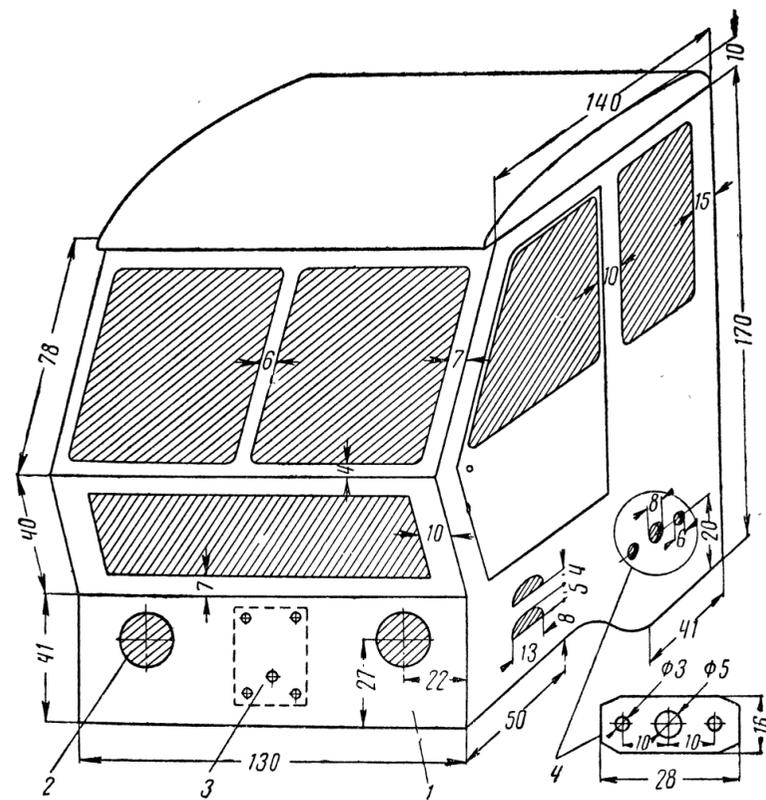

Рис. 1. Кабина: 1—передняя стена кабины; 2—отверстие для фары; 3—место крепления швеллерной рамы; 4—подшипник задней оси
**Кабина** одновременно является и задней частью рамы. На этой раме расположена рулевая машинка, тяговый двигатель с редуктором и подшипники задней оси. Стенки кабины выпилите из трехмиллиметровой фанеры. На рис. 1 изображена собранная кабина и даны все основные ее размеры. Большие круглые отверстия предназначаются для фар, а в отверстия посреди нижней части проходят болтики швеллерной рамы. Каждую деталь кабины вычертите в натуральную величину на листе миллиметровой бумаги (шпильки разметьте сами), а потом через копирку переведите на фанеру. Задней стенки на рисунке не видно, но ее тоже надо вычертить и разметить окна на уровне окон боковых стенок. При выпиливании старайтесь оставлять шпильки несколько шире и длиннее. Такие шпильки будут плотно помещаться в своих гнездах. Выступающие части после сборки срежьте и заровняйте напильником. Дверцы кабины сначала прорежьте по линейке острием ножа приблизительно на половину толщины фанеры, затем расширьте прорези ребром трехгранного надфиля. Ниже дверцы выпилите две внутренние подножки. На этой же стенке просверлите отверстия для крепежных винтов и задней оси. А затем распилите их надфилем, чтобы они стали продолговатыми. Расстояние этих отверстий от задней стенки зависит от диаметра червячной шестерни редуктора. Поэтому, производя разметку отверстий, надо предусмотреть, чтобы для редуктора оставалось достаточно места.
метром 5 мм. Концы оси должны иметь резьбу для гаек, которыми будут закрепляться колеса. Подшипники (рис. 1) сделайте из латуни толщиной 2—3 мм. В середине подшипника просверлите отверстие для оси, а по бокам — для крепежных болтиков. Благодаря продолговатым отверстиям в боковых стенках кабины подшипники с осью можно несколько сдвигать вперед и назад, когда будет производиться регулировка редуктора. Задние колеса изготовьте из фанеры 3 мм. Для каждого колеса выпилите четыре диска диаметром 122 мм и шесть колец. Наружный диаметр колец такой же, как у дисков, а внутренний должен быть 70 мм. Мелкими гвоздями сбейте диски и в центре просверлите отверстие диаметром 5 мм для задней оси. Сначала сбейте по три кольца вместе и обработайте напильником так же, как кольца передних колес. Затем прибейте кольца к дискам и зачистите шкуркой. Установите подшипники, не затягивая пока крепежных болтиков.